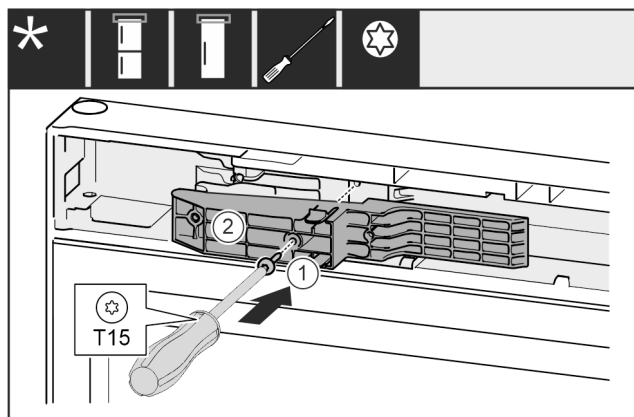

Fig. 59 *
- ▶ Placer l'adaptateur Fig. 59 (1) côté poignée dans l'évidement.*
- ▶ Serrer la vis Fig. 59 (2) avec un tournevis.*